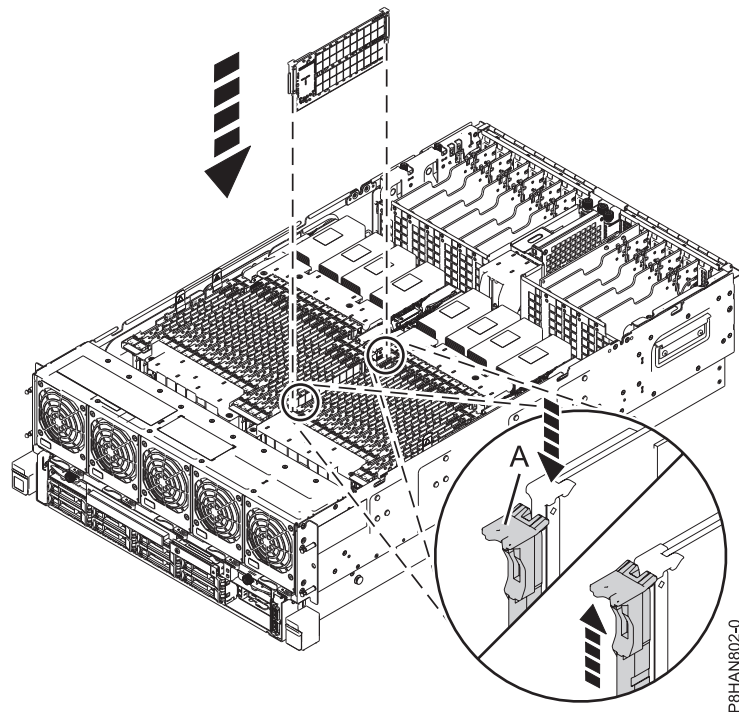

図 6. 8408-44E または 8408-E8E システムでのメモリーの取り付けまたは取り替え
6. 固定タブ **(A)** が所定の場所に収まるまで、メモリーをスロットにしっかり押し込みます。 9 ページの図 6を参照してください。